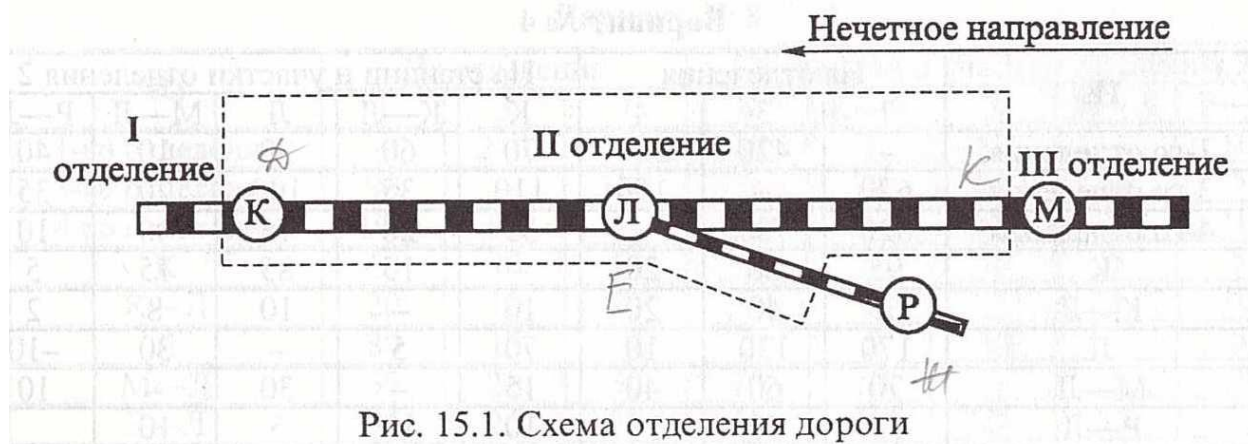

Рис. 15.1. Схема отделения дороги
1. Схема отделения дороги (рис. 15.1).